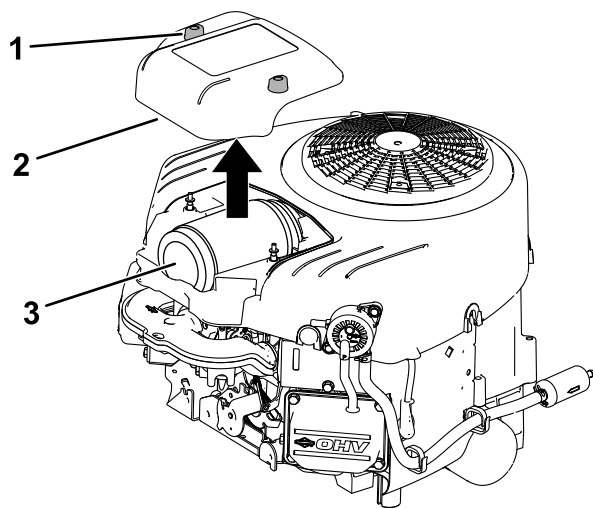

Bild 39
3. Bringen Sie die Abdeckung an und ziehen Sie die Befestigungselemente fest (Bild 39).